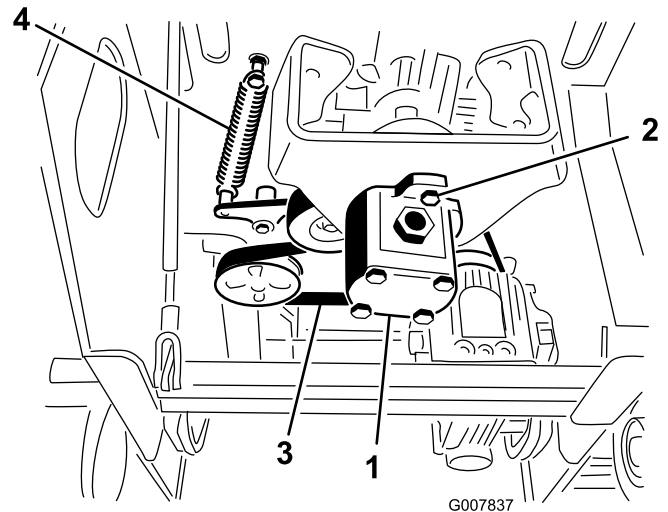

Bild 51
5. Lösen Sie die zwei Pumpenschrauben (Bild 51).
6. Drehen Sie die Pumpe nach links und lassen Sie sie nach unten, von der Riemenscheibe weg, ab (Bild 51). Stellen Sie sicher, dass sich die Spinnenkupplung mit der Pumpe absenkt.
7. Ziehen Sie das Ende der Spanscheibe mit einem Federzieher (vom offiziellen Vertragshändler erhältlich) oder einem starren Metallhaken von der Federschraube, um die Riemenspannung zu lösen (Bild 51).